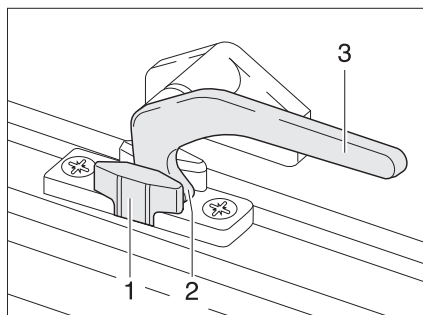

Fig. 38 Levier de verrouillage en position "Aération permanente"
- En position "Aération permanente" (Fig. 38)
- Tourner le levier de verrouillage (Fig. 38,3) d'un quart de tour vers le centre de la fenêtre.
- Tourner le levier de verrouillage d'un quart de tour vers le cadre de la fenêtre. Le tenon de verrouillage (Fig. 38,2) doit pénétrer alors dans le logement prévu à cet effet dans le verrouillage de fenêtre (Fig. 38,1).